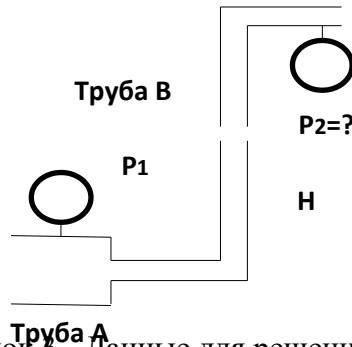

Рисунок 3 - Данные для решения задачи раздела 4
**Задача.** Труба *A* переходит в трубу *B* (рисунок 3), после чего поднимается вверх на *H* м. В нижнем и верхнем сечениях трубы установлены манометры. Нижний манометр показывает давление *P1*. По трубопроводу перекачивается вода с расходом *Q* и температурой *40°C*. Определить показания верхнего манометра. Данные для расчёта приведены в таблице 4.